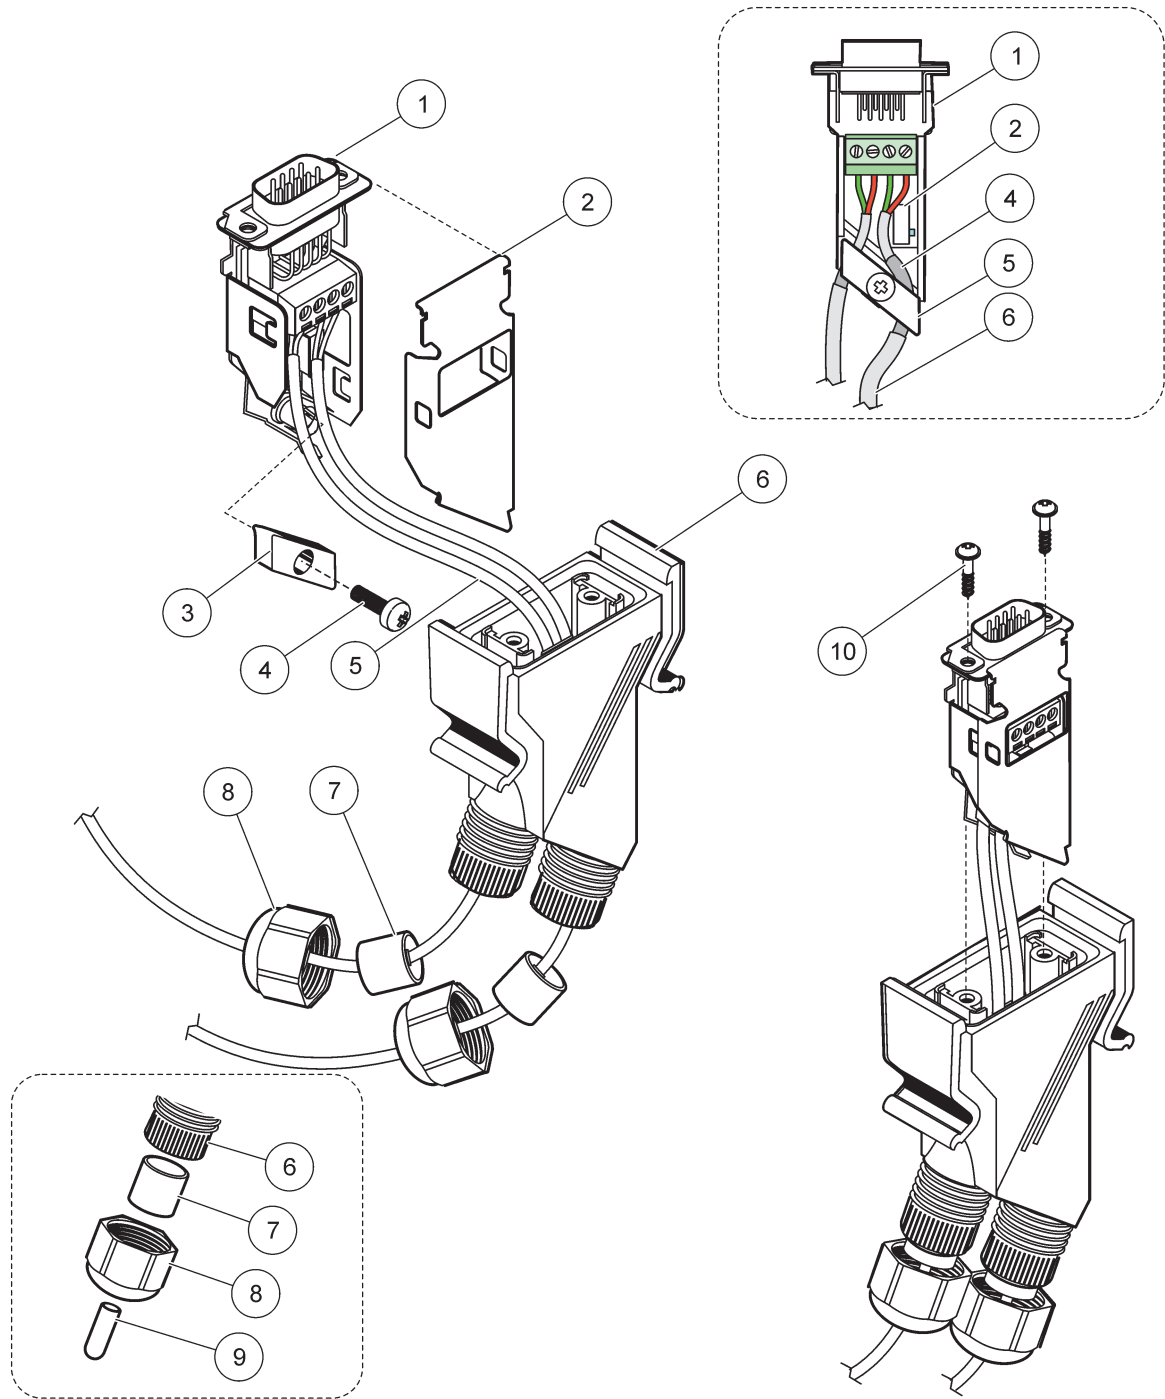

図 31 ネットワーク コネクタの SC1000 ネットワーク 終端抵抗器への接続
2. ケーブルをユニオン ナット、ゴム シール、コネクタ 筐体に通します (図 31)。
ネットワーク セグメント上の最新のモジュールと共にコネクタを使用する場合は、1 つのユニオン ナットが未使用のままとなります。供給されたプラグでユニオン ナットをシールします。図 31 を参照してください。
² コード グリップが使用されていない場合はこのプラグを使用します。図 31 の挿入文を参照してください。